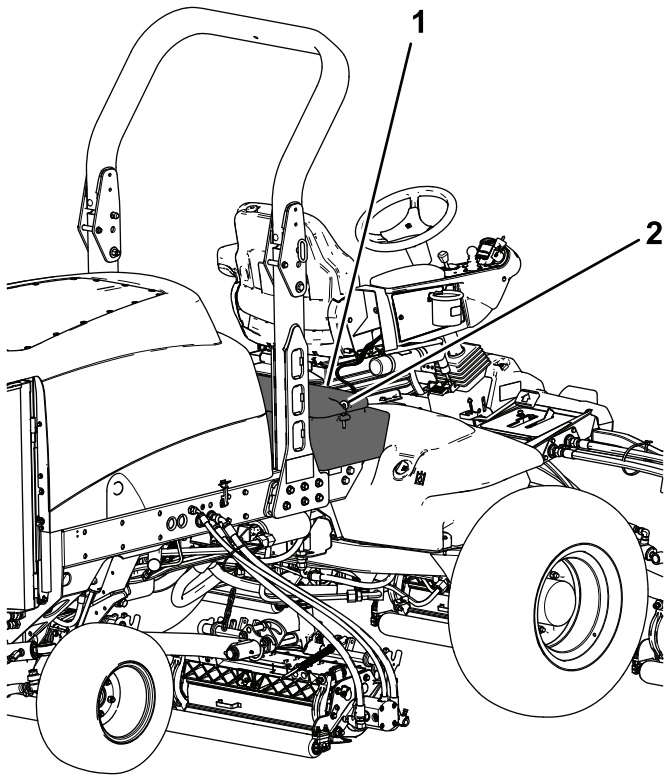

Figura 59
2. Desenganche y levante el panel de la consola del operador (Figura 59).